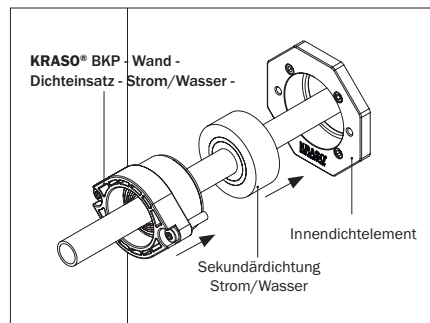

Abbildung 11.4: **KRASO® BKP - Wand - Dichteinsatz - Strom/Wasser -** und Sekundärdichtung Strom/Wasser
- Schieben Sie den **KRASO® BKP - Wand - Dichteinsatz - Strom/Wasser -** mit der Gummidichtung voraus über die Rohrleitung bis in das Innendichtelement des **KRASO® Bauherren-Komfortpakets - Wand - ESH**. Beachten Sie, dass die Schraublöcher am Dichteinsatz und die Kernlöcher im Innendichtelement übereinander liegen (s. Abbildung 11.4).